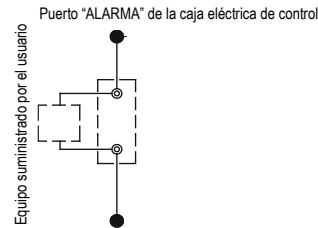

Figura 8-23: Conexión del puerto ALARMA
- Para el intercambiador de calor, se deben instalar las tuberías y las válvulas de bypass como se muestra en la figura 8-23 para facilitar la limpieza del sistema de paso de agua externo antes de poner en funcionamiento la unidad. Durante el mantenimiento, el paso de agua a través del intercambiador de calor se puede interrumpir sin detener la función de los demás intercambiadores de calor.